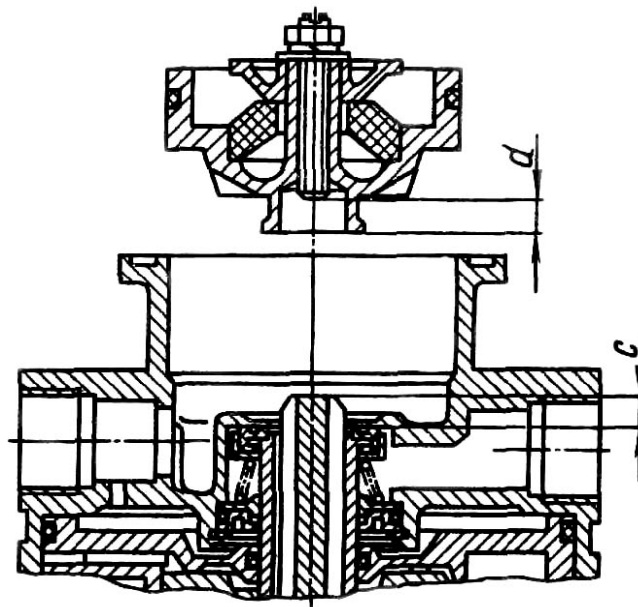

Рис.77. Установка верхнего поршня тормозного крана
3. При установке верхнего поршня замерить расстояние С (рис.77) – выступание хвостовика малого поршня над клапаном. С помощью регулировочного винта на верхнем поршне установить расстояние  $d = (c + 0,8)$  мм.